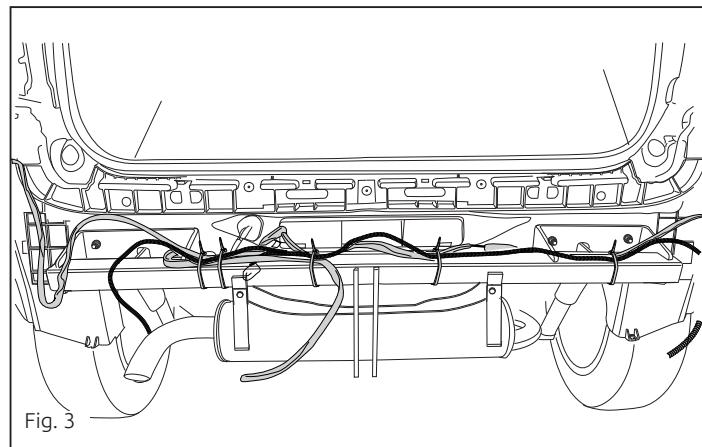

Fig. 3
14. Attach the cables with tie-wraps. See figure 3.
14. Lier les câbles ensemble avec des attaches en plastique).Voir la figure 3.
14. Bind ledningerne fast med tie-wraps (klembånd af plast). Se fig. 3.